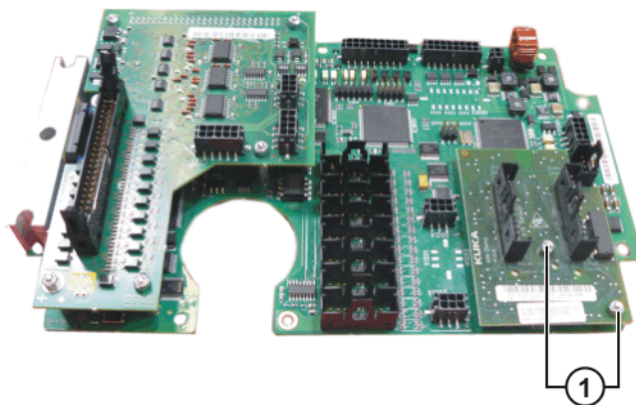

Рис. 11-17: Замена платы KSK
2. Удалить винты с шестигранной головкой платы KSK. (>>> Рис. 11-17)